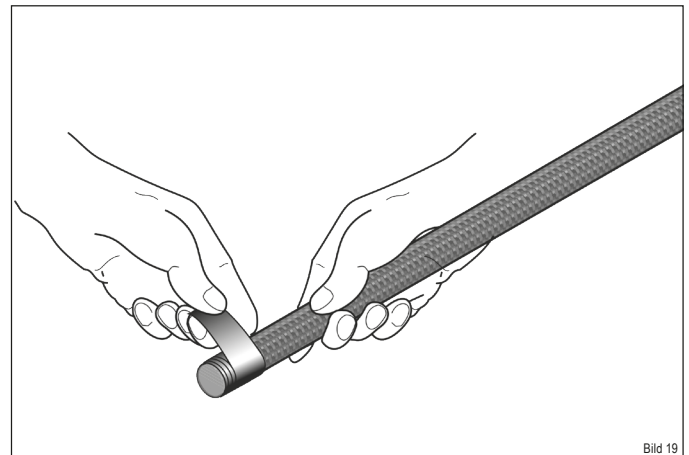

Bild 19
- ▶ Umwickeln Sie die neue Dichtung mit dem Kupferband an einer Seite mit ca. 3 cm Länge (Bild 19).
- ▶ Umwickeln Sie das Ende auch mit Kupferband (Bild 19) und drücken Sie die Dichtung in die Führung rein (Bild 23)